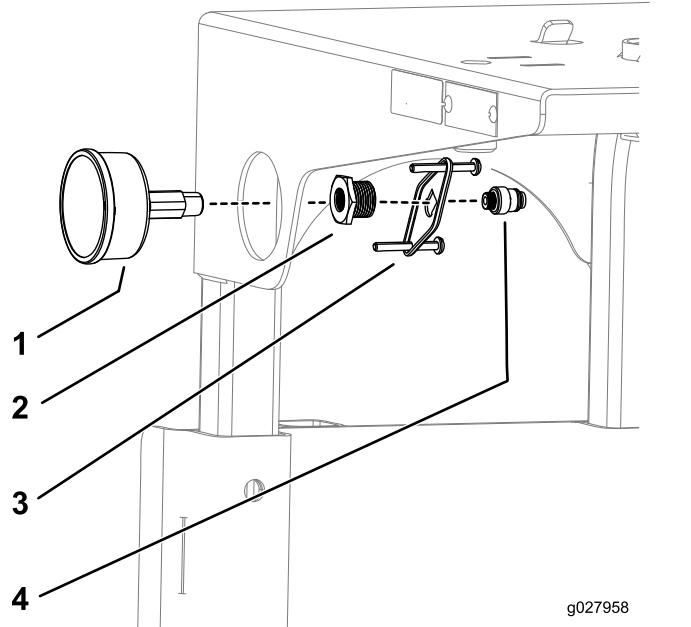

図 15
- 7. 水圧計のねじ山部にテフロンテープを巻き、図 15 に示すように取り付ける。